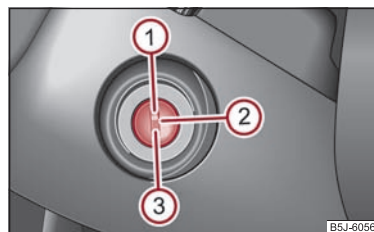

Fig. 94 Positions de l'antivol de direction
- Coupez le moteur en tournant la clé de contact sur la position ① ⇒ page 91, fig. 94.